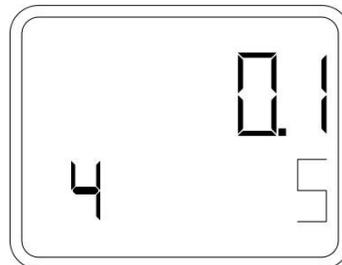

Рисунок 10 – Выбор значения времени демпфирования
- При помощи кнопки «М» зайти в пункт меню 4 (рисунок 10).